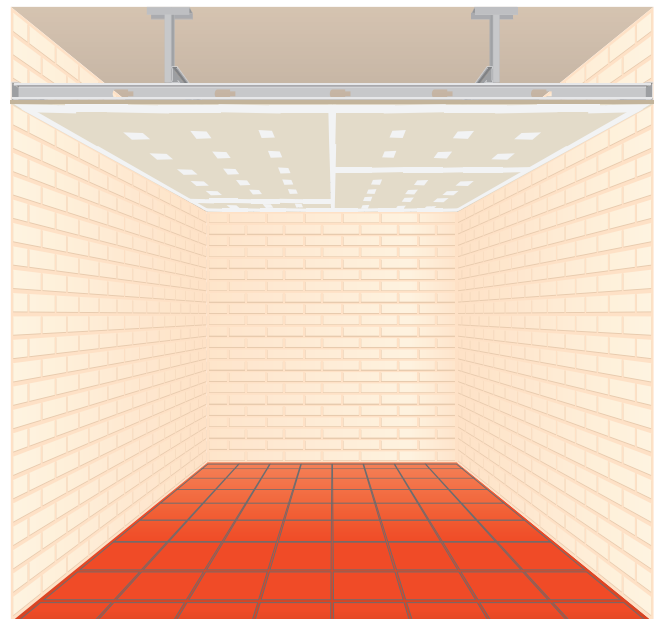

FIG. 5
- 9 Luego se realiza el tomado de juntas con masilla y cinta de papel, como así también el masillado de los perfiles de terminación y el recubrimiento de los tornillos T2. (Fig. 5).